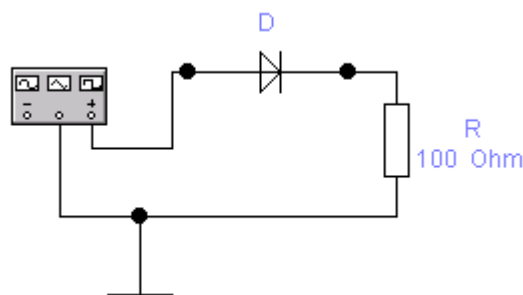

Рис.1. Однополупериодная схемы выпрямителя
Для однополупериодной схемы выпрямителя (рис.1), при заданных значениях  $R_n$ ,  $E_m$ ,  $\omega$  (табл.1), получить временные диаграммы на диоде (D) и сопротивлении нагрузки ( $R_n$ ).